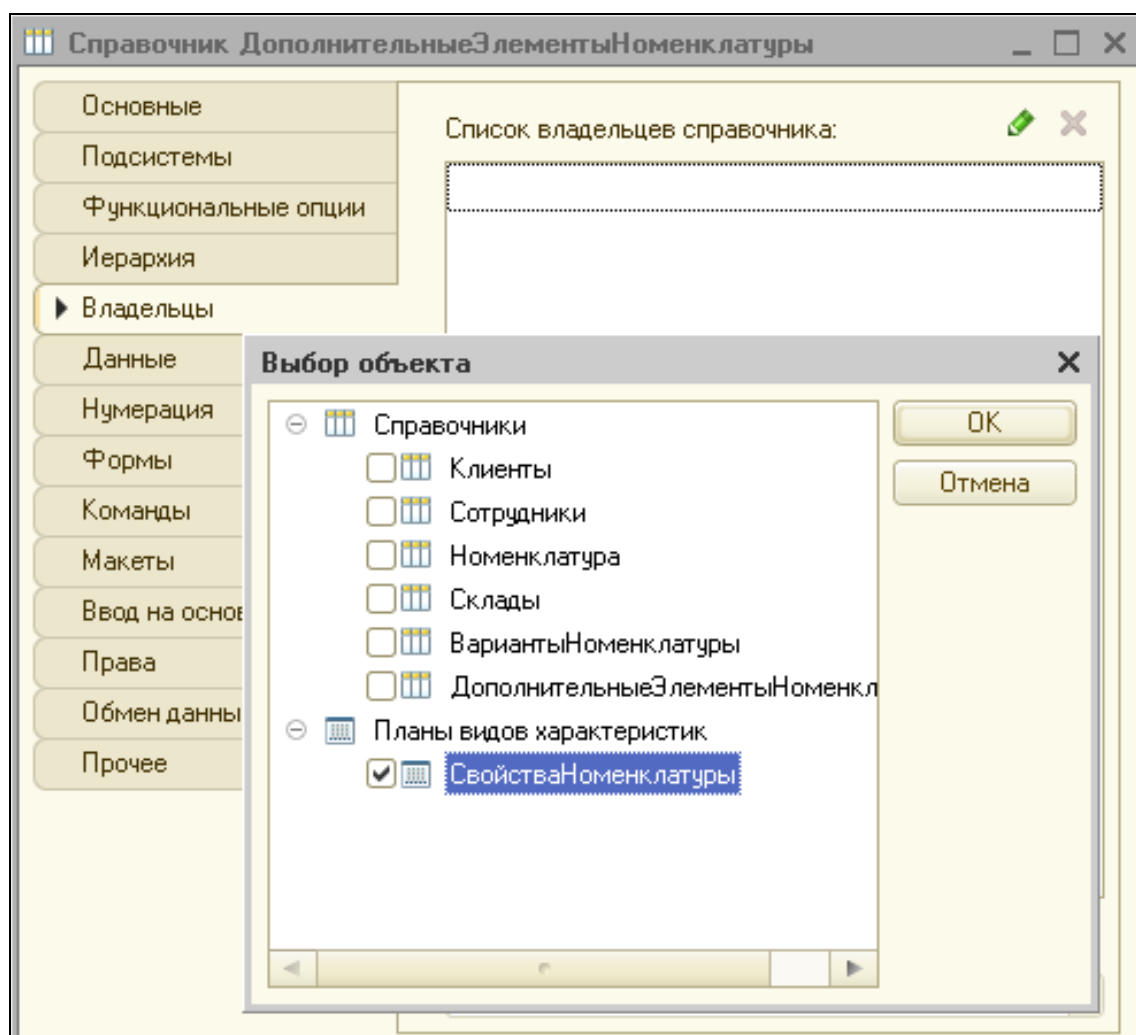

Рисунок 6.4 Установка владельца справочника
5. Открыть справочник **ДополнительныеСвойстваНоменклатуры** и указать его владельца (рис. 6.4). Нажать ОК.